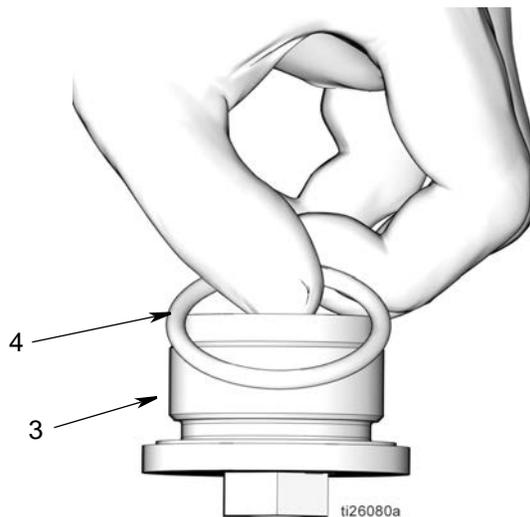

图 52
- d. 在 O 形圈 (4) 上抹上薄薄一层滑脂。将 O 形圈装到活塞防松螺母 (3) 上 (图 52)。